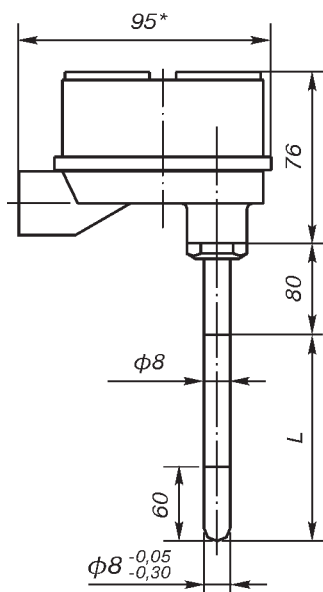

Рис.1.
0...1000°C - для ТХА Метран-251 (рис.1, 2, 8).
ост. см. рис.1
ост. см. рис.1.
(ост.см.рис.1)
| Рис.1          |      |    |           | +   | +   | +   | +   | +   | +         | +   | +   | +         | +    | +         | +    | +    |
(рис. 1, 2, 3, 8)**